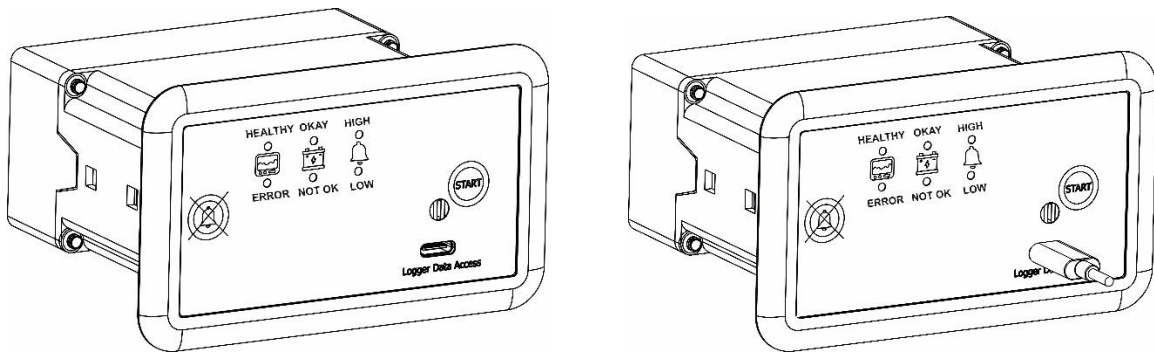

Figura 13 Conexión del cable USB tipo C para acceso a datos M2M desde el Registrador
- Conecte un cable USB 2.0 tipo C al puerto M2M del Registrador de datos etiquetado como “Logger Data Access” para acceder a los archivos de datos, como se muestra en la Figura 13.